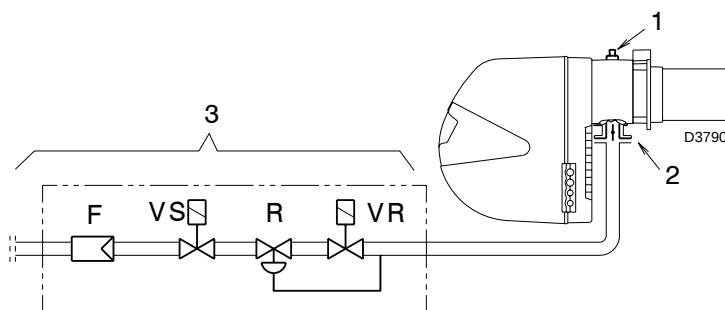

Abb. 38
Gasdruck gemessen an Anschluss 1)(Abb. 38), mit:
Strömungsverlust Gasdrossel 2)(Abb. 38) bei maximaler Öffnung: 90°.
Strömungsverlust Armatur 3)(Abb. 38) bestehend aus: Regelventil VR, Sicherheitsventil VS (beide bei maximaler Öffnung), Druckregler R, Filter F.
- vom Gasdruck an der Entnahmestelle 1)(Abb. 38) den Druck in der Brennkammer abziehen.
- Gasdruck an der Entnahmestelle 1) (Abb. 38) = 11,3 mbar
Zur Ermittlung des für den an der Entnahmestelle 1)(Abb. 38) erforderlichen Gasdrucks, nachdem die gewünschte Leistung des Brenners festgelegt wurde:
- Rechts, in Spalte 1, den Druck an der Entnahmestelle 1)(Abb. 38) ablesen.
erforderlicher Druck an der Entnahmestelle 1)(Abb. 38).